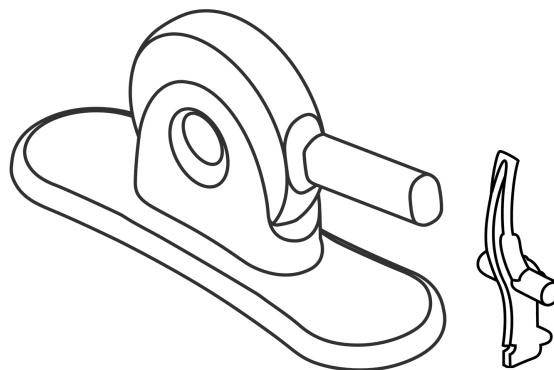

Figura 5: Compressor Edwards e tampão do compressor de 2 peças
- **Compressor Edwards e tampão do compressor (Figura 5)**